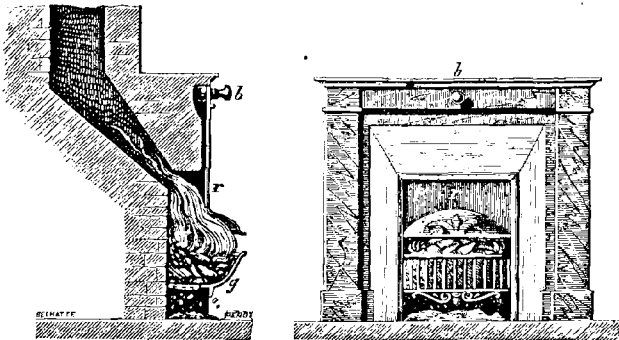

Fig. 71.
3. Le bois est le combustible qu'on brûle le plus souvent dans les cheminées. Quand on emploie le coke ou la houille, on les dispose un peu différemment. Après avoir beaucoup rétréci l'ouverture du foyer, on y installe une grille creuse *g* (fig. 71), qui fait